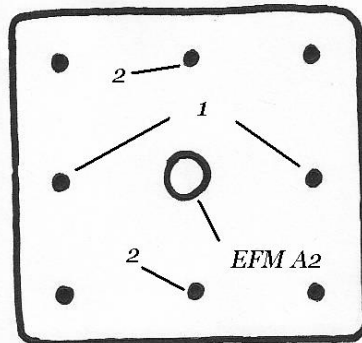

Abbildung 2
- e) Setze jetzt das Nietenblech auf die Einnietmutter (Abb. 2, EFM) und stecke diese in das 9mm Loch im Rumpf und richte das Nietenblech am Rumpf aus.
- i) Bohre jetzt die Nietenlöcher auf der vertikalen Achse links und recht von der Einnietmutter (Abb. 2 Nr. 1) und setze die ersten beiden Nieten.
- j) Nun die 6 restlichen Nieten Bohren und setzen, beginne mit Abb.2 Nr. 2.